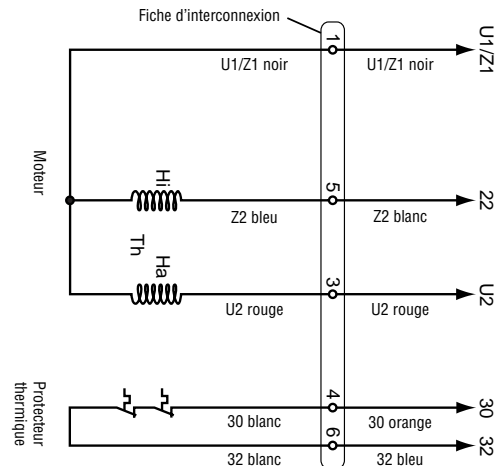

Figure 3 : Schéma de câblage monophasé
5. Raccordez la pompe à son propre circuit dédié, sans aucune autre charge sur celui-ci. Les figures 3, 4 et 5 représentent des schémas de câblage monophasé et triphasé.